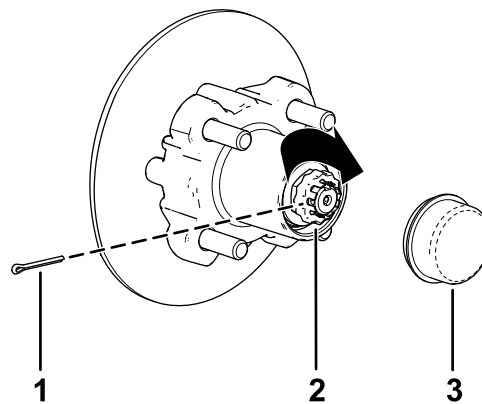

Figura 37
8. Coloque el retenedor sobre la tuerca y compruebe la alineación de la ranura del retenedor y el orificio de la claveta de la mangueta (Figura 37).
9. Instale la claveta y doble las patas alrededor del retenedor (Figura 37).
10. Instale el tapón guardapolvo sobre el cubo (Figura 37).